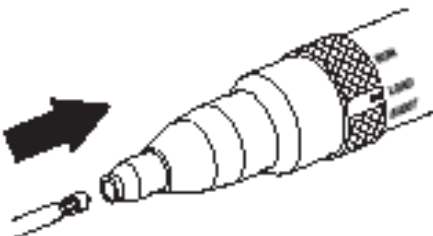

Figura 3 - Instalando a broca
4. Inserir a broca dentro do mandril com um movimento de rosquear (figura 3). A linha de segurança sobre a do cabo da broca deve desaparecer dentro da peça de mão.